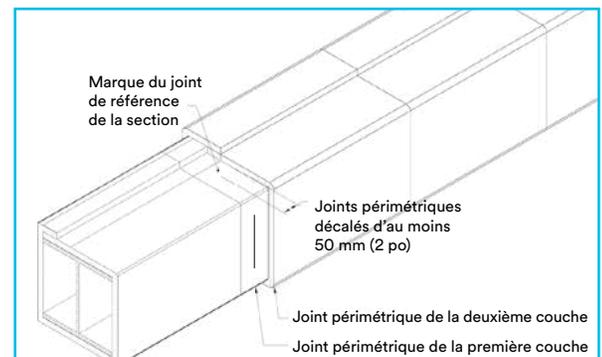

Figure 7
- 6** Mesurer le périmètre de la première couche et ajouter une longueur supplémentaire afin de permettre le chevauchement et le pliage en angle. Décaler les joints de chevauchement d'au moins 50 mm (2 po) du joint de chevauchement de la couche précédente (Figure 7). Répéter les étapes 2 à 5.